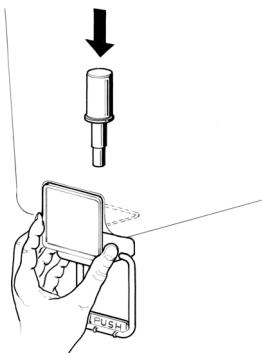

figure 5
- 3 Robinet en inox à gravité:** monter le levier de débit robinet et enfiler le piston avec son joint (voir figure 5).